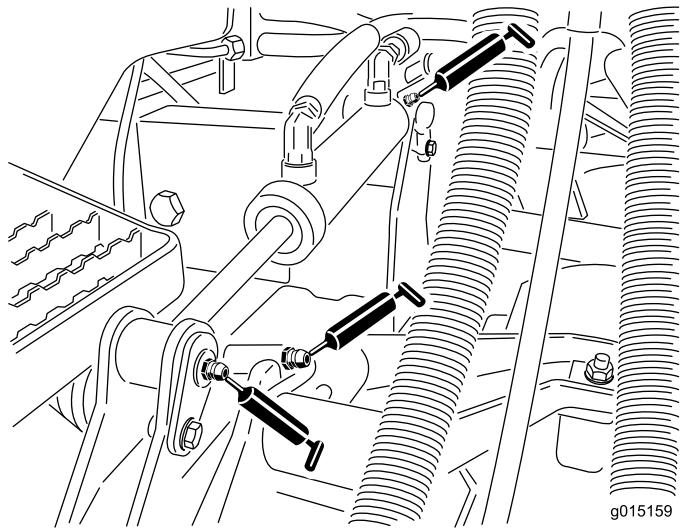

Рисунок 115
- Втулки подъемных рычагов (по 1 шт. на режущий блок), см. Рисунок 115